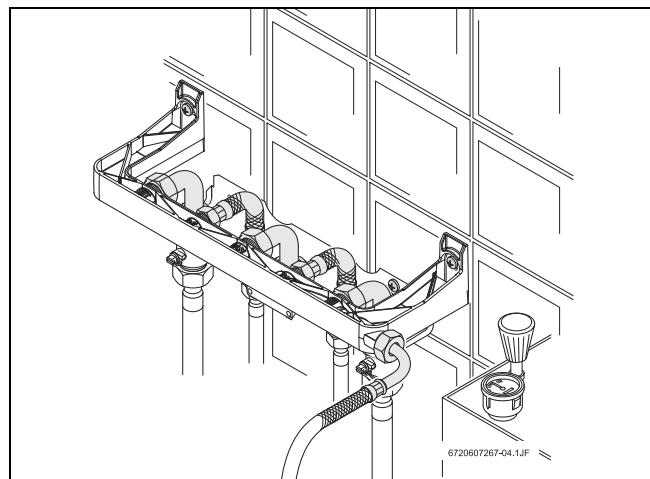

Рис. 21 Проверка на герметичность
- Проверить герметичность соединений (рис. 21).